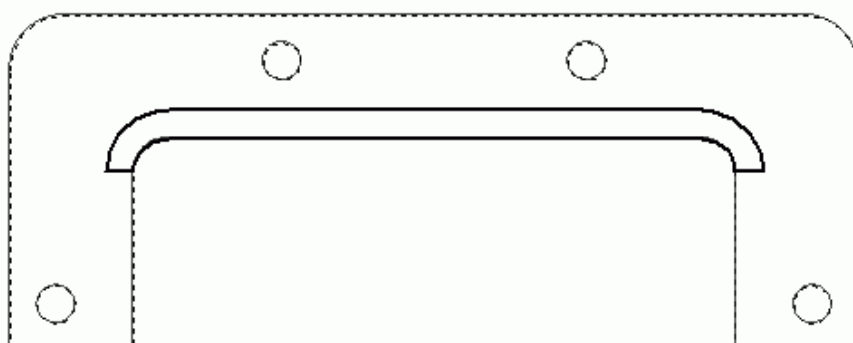
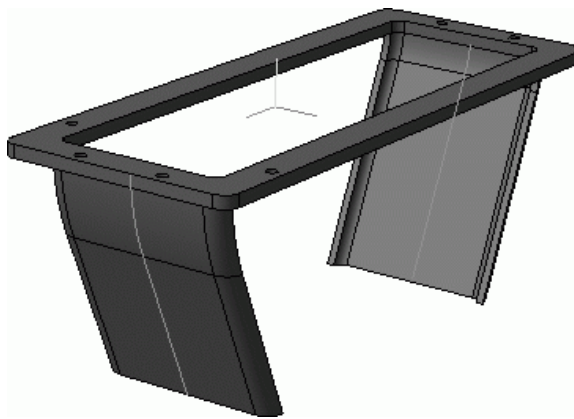

Рис. 3.72. Эскиз профиля передней стенки редуктора
Рис. 3.75. Добавление задней стенки корпуса редуктора
4. Перейдем к созданию стенок корпуса. Начнем с передней стенки. Выделите нижнюю плоскую грань фланцев и вызовите команду Эскиз. Привязываясь к уже существующей геометрии 3D-модели, постройте эскиз, показанный на рис. 3.72. Расстояние между параллельными линиями контура равно толщине стенки корпуса, то есть 8 мм. Завершите построение эскиза, отжав кнопку Эскиз на панели Текущее состояние.
7. Аналогично создайте и заднюю стенку корпуса редуктора. Эскиз кинематической операции будет иметь ту же форму, что и на рис. 3.72, только разместится на левой стороне фланца (в режиме редактирования эскиза – в нижней части эскиза). Направляющую можно скопировать с главного вида чертежа. Полученная стенка показана на рис. 3.75. Направляющие обеих операций кинематического «приклеивания» больше не будут использоваться, поэтому их можно спрятать.